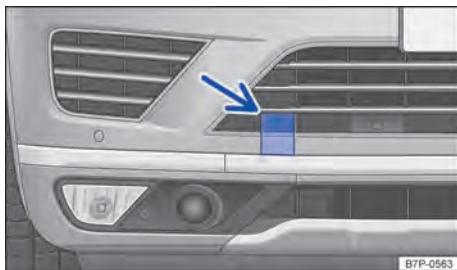

Fig. 305 No para-choque dianteiro à direita: capa de cobertura para o alojamento da argola de reboque.
- Com um pouco de força pressionar a borda da capa de cobertura que aponta para o lado externo do veículo ⇒ Fig. 305 (seta), até que a capa de cobertura pulo um pouco para fora. Se necessário, ajudar com uma chave de fenda das ferramentas de bordo no lado oposto da capa de cobertura.